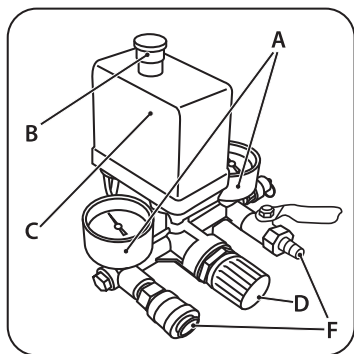

рис. 11
По истечении времени обкатки закрыть клапан слива конденсата и проверить, чтобы компрессор нагнетал воздух в ресивер и останавливался автоматически по достижении максимального рабочего давления, указанного на индикаторе манометра (А). Компрессор работает полностью автоматически при помощи реле давления (С) (рис. 11), останавливающего двигатель по достижении максимального давления и запускающего компрессор при падении давления до минимального установленного уровня (на 2 бара меньше максимального рабочего давления).
Для правильного использования компрессора проверьте оптимальное значение давления для инструмента, которым вы должны пользоваться. При помощи выходного редуктора и манометра расхода выходного воздуха возможна регулировка выходного давления сжатого воздуха. Для выполнения этой операции нужно повернуть вентиль редуктора (D) по часовой стрелке для увеличения давления, а против часовой стрелки — для уменьшения давления. По окончании работы рекомендуется перевести значение выходного давления на ноль по манометру (А) (рис. 11). Эта операция нужна для предотвращения увеличения погрешности и быстрого износа редуктора.
Подключение пневматического инструмента к компрессору осуществляется с помощью выходного быстросъемного штуцера (F) (рис. 11).